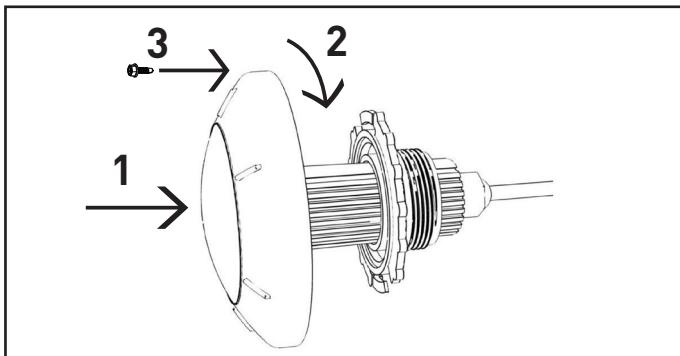

Figura 3. Conecte la luz y el cable ensamblados al anillo de sujeción
3. Corte el cable en la caja terminal, deje al menos seis (6) pulgadas para realizar las conexiones.
4. Pele seis (6) pulgadas de la camisa del cable para dejar al descubierto dos cables aislados, teniendo cuidado de no dañar el aislamiento restante.
5. La luz se monta sobre el anillo de fijación girándola en el sentido de las agujas del reloj en el anillo de sujeción y sujetándola con el tornillo proporcionado. Véase Figura 3.